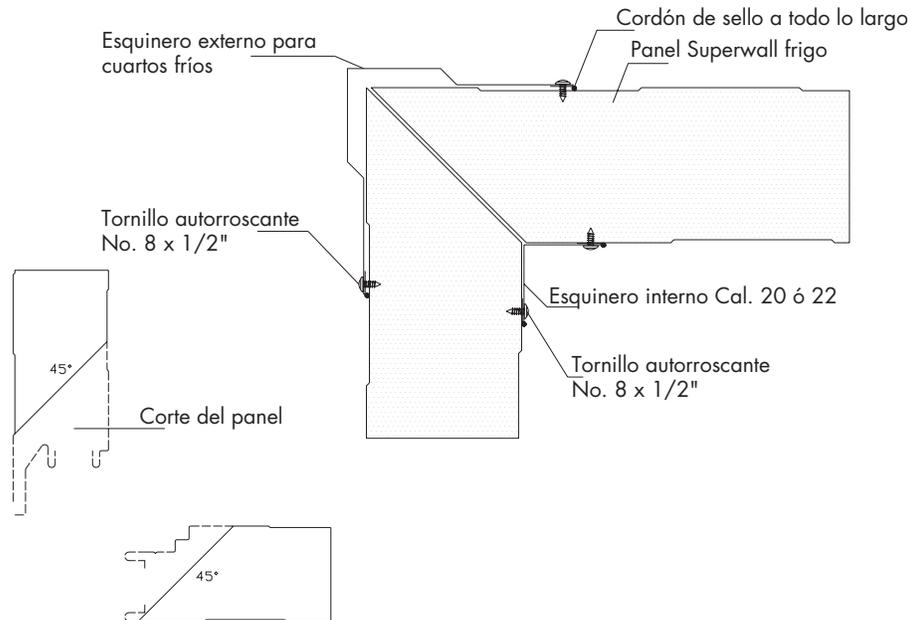

Fig. 9
**4.3.12** Para la unión de las esquinas es muy importante tener en cuenta que se deben efectuar cortes especiales para la eliminación de los citados puentes térmicos entre el interior y el exterior. (Fig 9)